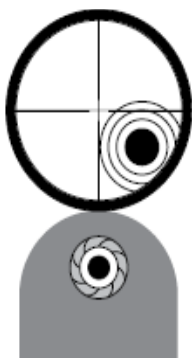

Рис. 1
2. Посмотрите на мишень непосредственно через ствол и разместите оружие так, чтобы центр мишени был виден точно посередине (см. рис. 1)